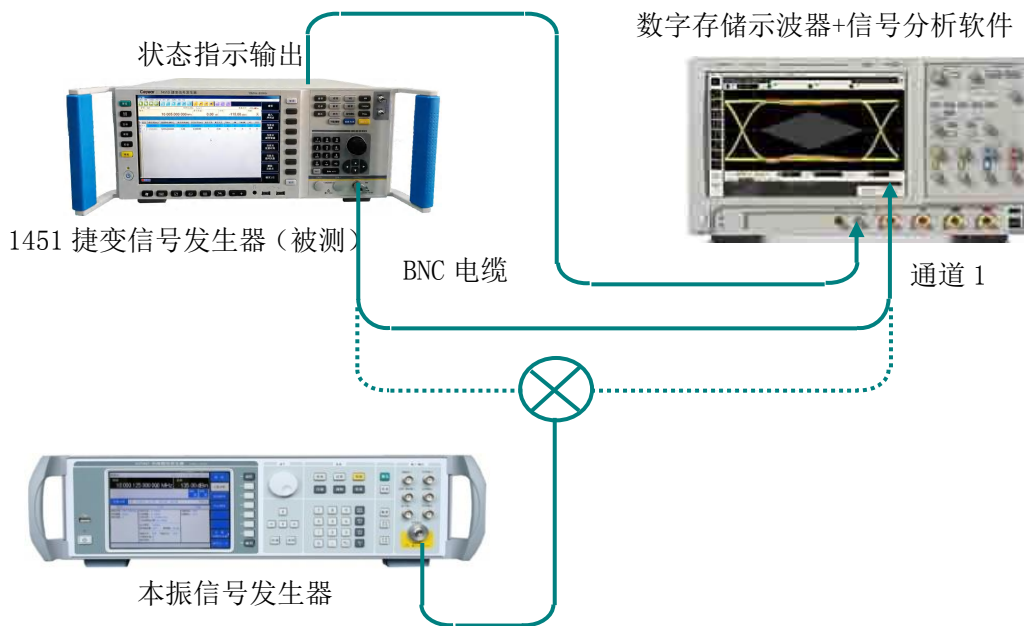

图 6.3 频率捷变时间测试
测试框图：见图 6.3
1) 按图 6.3 直通（非混频）方式连接设备。